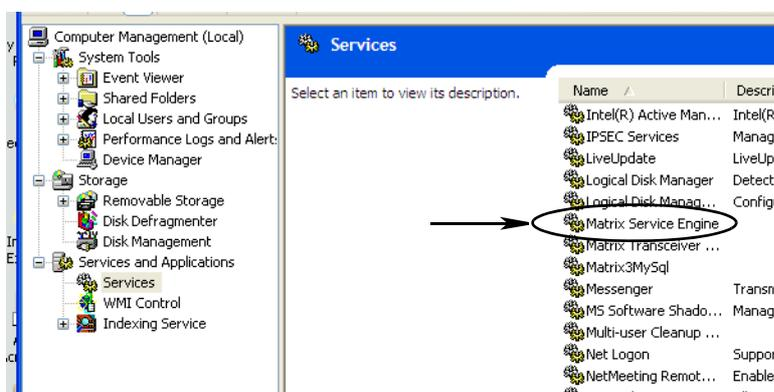

FIG. 56
d. Haga doble clic en el Motor del sistema de Matrix de la lista de servicios (FIG. 56).